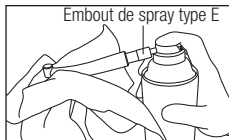

Fig. 17
- 3) Tenez la pièce à main et pulvérisez pendant 2 ou 3 secondes, jusqu'à ce que de l'huile sorte par la tête de la pièce à main (Fig. 17). Répétez la lubrification jusqu'à ce que les corps étrangers cessent de sortir par l'extrémité.